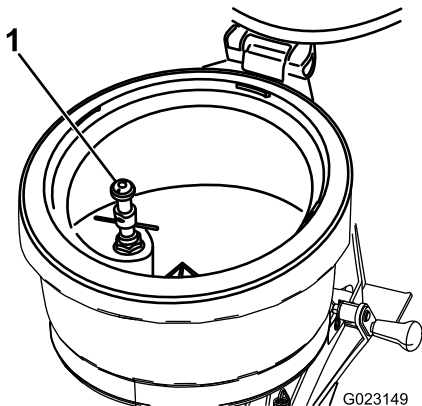

图 34
冲洗瓶图 34 位于清洁加药器药缸内。使用冲洗瓶去除装有化学品的容器瓶子内的化学残留物。冲洗瓶通过喷洒系统中的溶液加压。化学品容器瓶子使用从冲洗瓶注口排出的喷洒系统溶液进行冲洗。
- A. 将容器边缘放置在冲洗瓶上方向下按以打开阀门请参阅 图 34 中的 冲洗瓶 (页码 18)。溶液将从冲洗瓶的喷嘴流入倒置的容器瓶子。